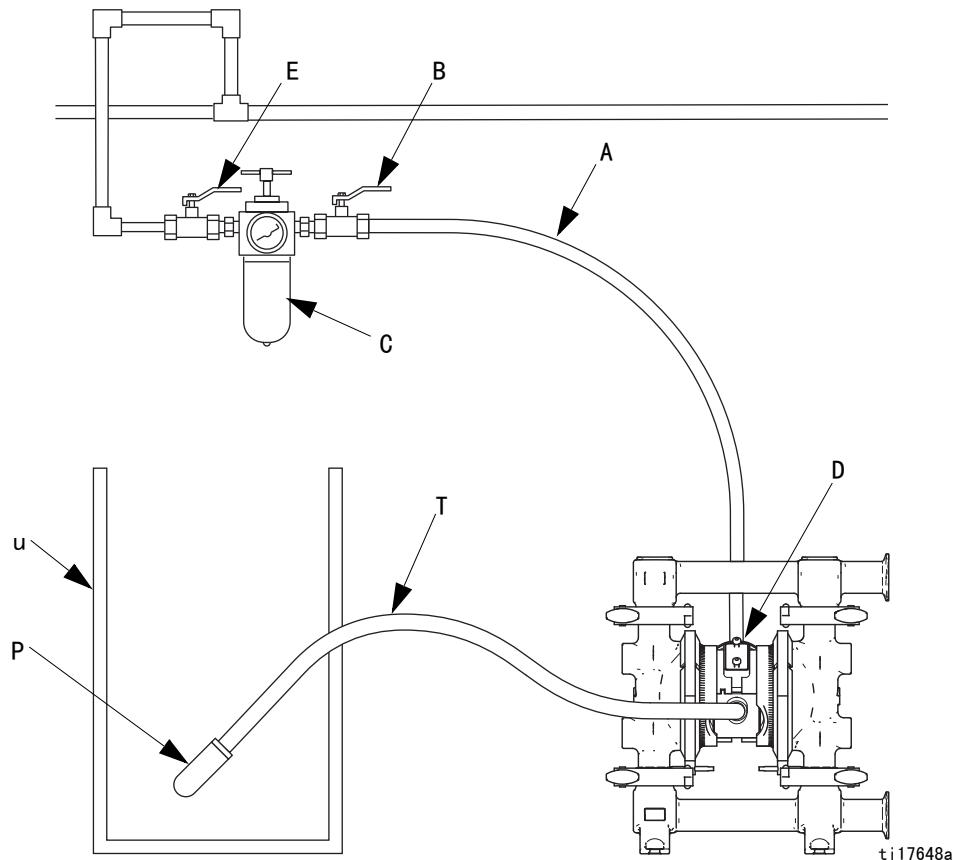

图 4：排出废气
- 在排气管端头放置一个合适的容器以接住流体。如果隔膜破裂，则正在泵送的流体将与空气一起排出。参见图 4。
1. 从泵排气接口上卸下消声器 (P)。
2. 安装一条接地的排气软管 (T) 并将消声器 (P) 与软管的另一头连接。排气软管最大尺寸为 3/8 英寸 (9.5 毫米) 内径。如果需要长于 15 英尺 (4.57 米) 的软管，请使用直径较大的管道。避免软管突然弯转或打结。
3. 将一个容器 (U) 放在排气管路的端头，以防万一隔膜破裂时可接住流体。参见图 4。